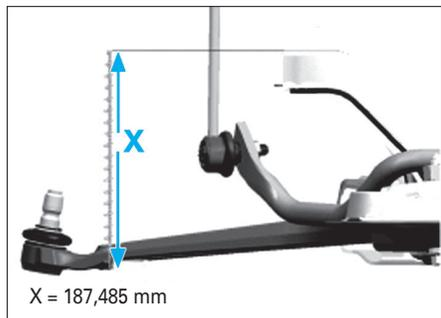

Fig. 16
• Pour la repose, procéder dans l'ordre inverse de la dépose en respectant la hauteur (X) suivante avant le serrage définitif (Fig.16).